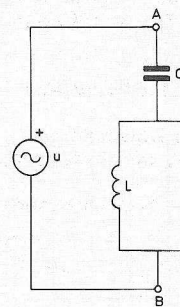

Fig. 14.
4. Over de weerstand in de schakeling van fig. 14 staat een wisselspanning $u_R = u_R \cos \omega t$, met $u_R = 3 \text{ V}$.